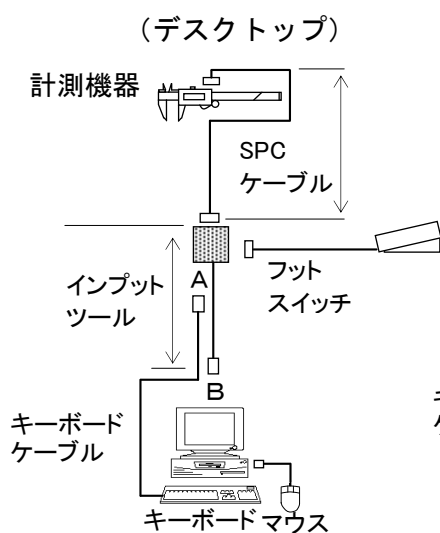
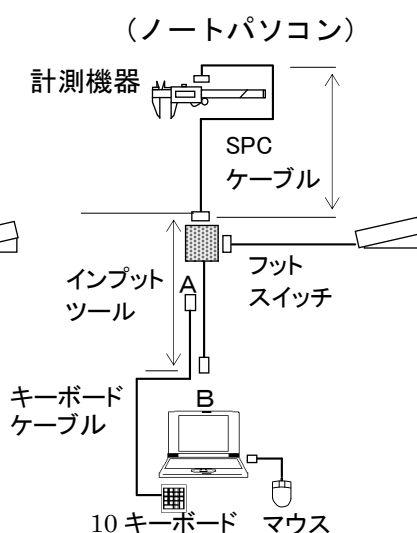

図 1-1
図 1-2
- ・パソコンによっては、図 1-1 のA、Bに変換アダプタが必要な場合があります。
1.1.1 の、図 1-1、図 1-2、図 1-3 をご覧ください。
- ・ デスクトップの PC/AT シリーズ使用時は、A,B(図 1-2)両方に市販の DIN5PIN をミニ DIN6PIN に変換するコネクタ(エレコム(株)キーボード変換アダプタ AD-ATKB¥1,480-又は同等品)が必要です。